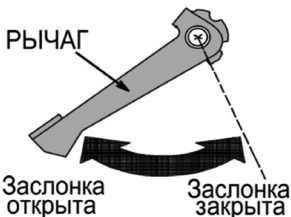

Рис. 13 Рычаг управления воздушной заслонкой карбюратора PC5431F
1. Закройте воздушную заслонку карбюратора. Для этого рычаг управления воздушной заслонкой (Рис. 13) установите в крайнее правое положение.